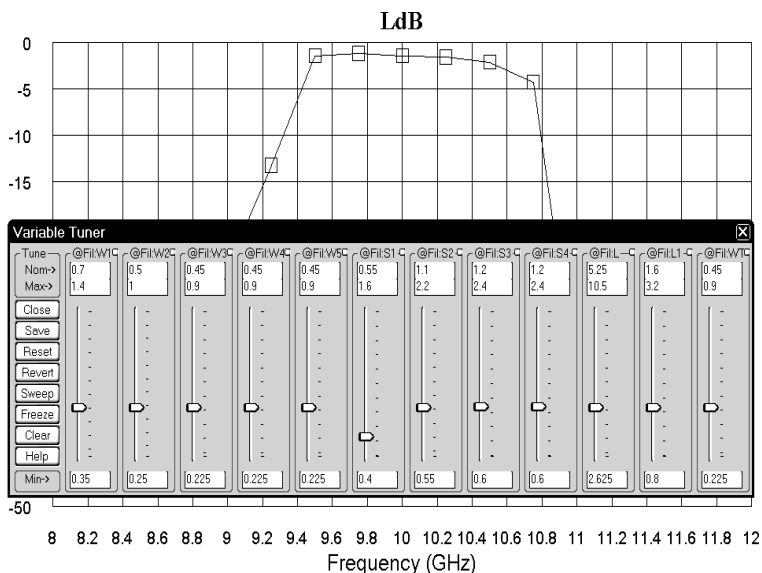

Рис. 3.70
5. Щёлкните по значку **Tune** на панели инструментов и, двигая движки переменных на блоке настройки, добейтесь требуемой характеристики (рис. 3.70).